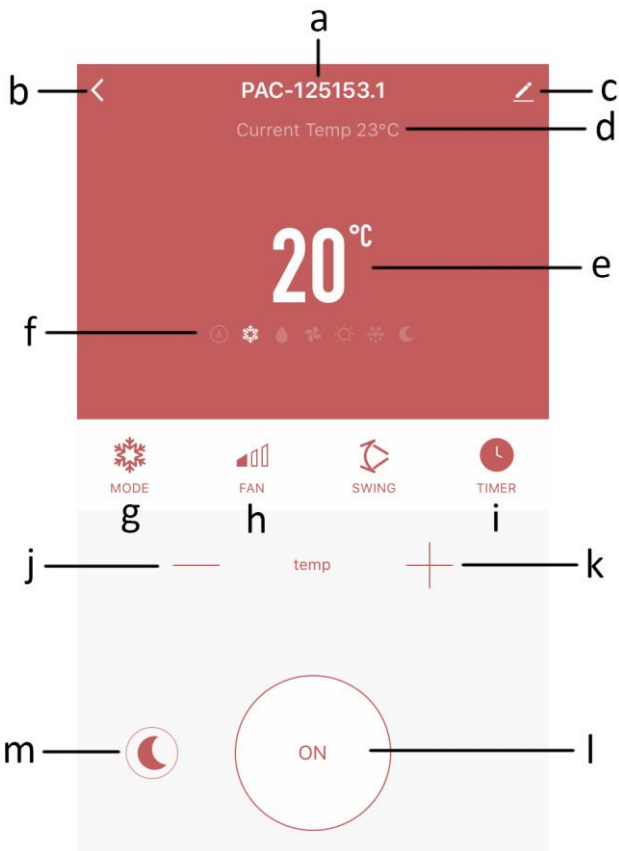

Fig.5
5. U kunt nu de airconditioner in de onderstaande interface bedienen (Fig.5). Druk op de overeenkomstige knop om uw apparaat in te stellen. Voor het kiezen van de modus en de ventilatorsnelheid ziet u dezelfde opties als op het bedieningspaneel van het apparaat. De maximale insteltijd voor de timer is echter 23 uur en niet 24 uur zoals op het bedieningspaneel.